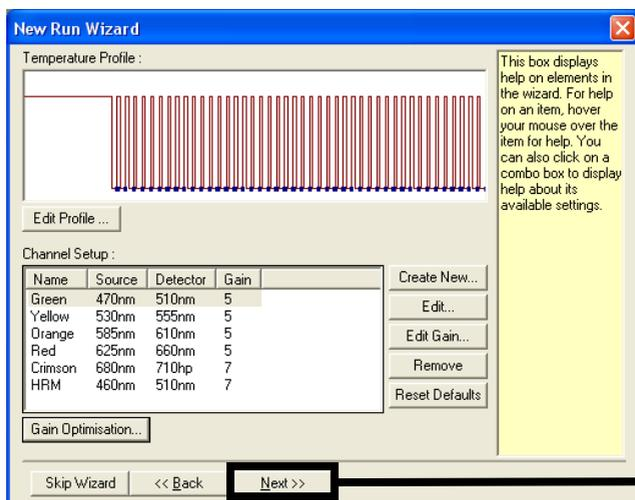

Figura 35. A caixa de diálogo "New Run Wizard" (Assistente de nova execução) e ecrã de edição da temperatura. 1 = "Next" (Seguinte).
4. Mantenha todos os valores conforme são apresentados na próxima janela. Não é necessária qualquer edição, uma vez que o perfil de temperatura foi criado de acordo com as instruções em Protocolo: criação de um perfil de temperatura. Clique em Next (Seguinte) (Figura 35).